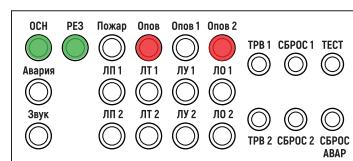

Рис. 40. Пример индикации на двухзональном БРО при воспроизведении тревожного сообщения в зону 1
- на двухзональном блоке речевого оповещения оптические индикаторы «ПИТАНИЕ ОСН», «ПИТАНИЕ РЕЗ», «ОПОВЕЩ» и «ОПОВЕЩ1» и/или «ОПОВЕЩ2» (в зависимости от выбранной зоны) горят ровным свечением, индикатор «ПОЖАР» и индикаторы группы АВАРИЯ выключены (рис. 40).
Во время трансляции оптические индикаторы «ПИТАНИЕ ОСН», «ПИТАНИЕ РЕЗ», индикатор «ОПОВЕЩ» на БРО и БР горят ровным свечением, индикаторы «АВАРИЯ» и «ПОЖАР» (на БРО) выключены. Встроенный звуковой сигнализатор выдает повторяющийся короткий однотональный сигнал [рис. 40, 42].